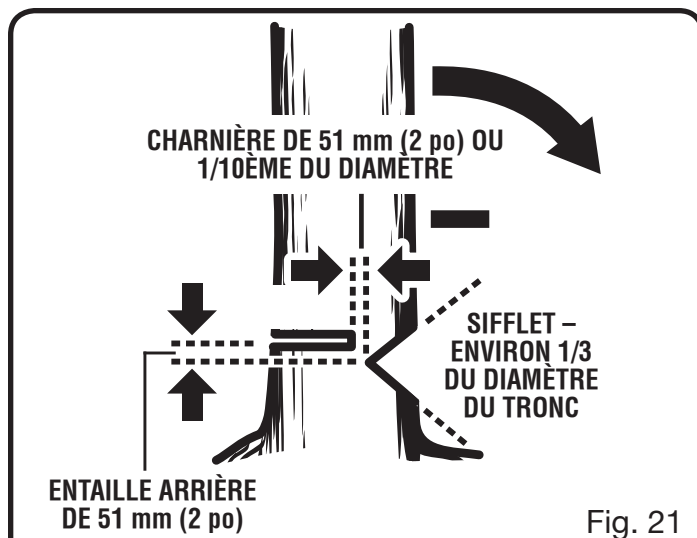

Fig. 21
- **Entaille de dessous.** Pratiquer une entaille d'environ le tiers du diamètre du tronc comme illustré la figure 21. Veiller à ce que les entailles du sifflet se rejoignent à angle droit par rapport à la ligne de chute. Le sifflet doit être taillé de façon à présenter une ligne droite. Pour empêcher le pincement de la scie sous le poids du bois, toujours effectuer l'entaille inférieure en premier. *Voir la figure 21.*
- **Entaille d'abattage.** L'entaille d'abattage doit toujours être de niveau et horizontale et effectuée à au moins 51 mm (2 po) au-dessus de l'entaille horizontale du sifflet. *Voir les figures 21 et 22.*
l'entaille d'abattage et le sifflet. Ceci s'appelle une « charnière ». Cette charnière contrôle la chute de l'arbre et empêche le tronc de glisse, de pivoter ou de basculer sur la souche. Voir les figures 21 et 22.